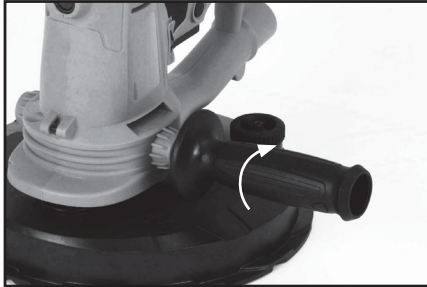

Abb. 1
- Befestigen Sie den seitlichen Haltegriff an der Maschine, indem Sie ihn in die gewünschte Nabe auf der linken oder rechten Seite der Maschine schrauben. (Abb. 1)